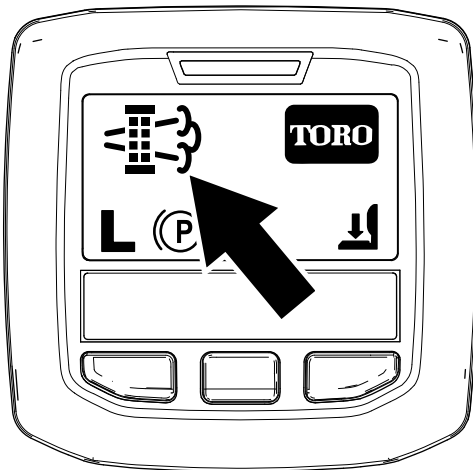

Figure 34
- Quand le calculateur moteur demande une régénération en stationnement ou une régénération d'urgence, l'icône de demande de régénération (Figure 34) s'affiche sur l'InfoCenter.